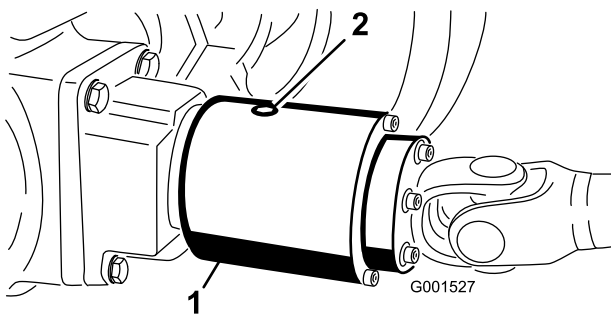

Figura 66
3. Gire el embrague hasta que el tapón esté orientado hacia abajo (Figura 66)